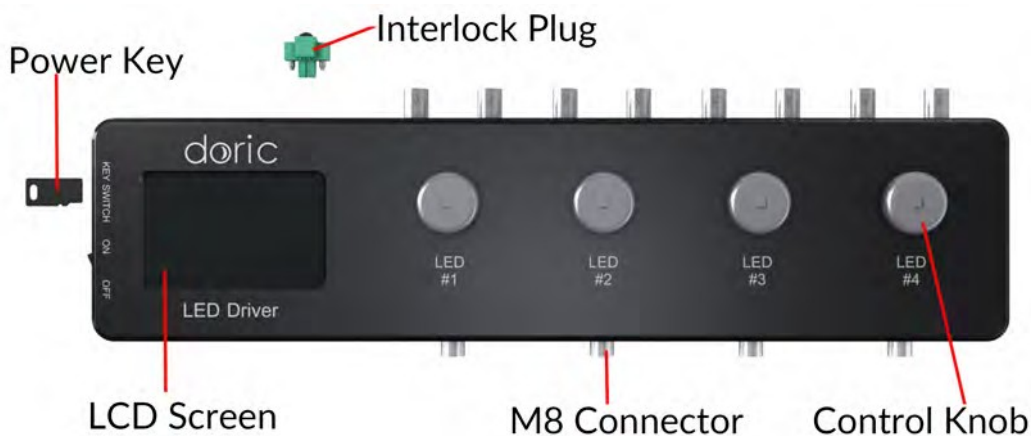

Figure 2.8 : Vue de dessus d'un contrôleur de DEL à 4 canaux
- L'**écran LCD** (Fig. 2.8) permet une utilisation et un contrôle aisés. Pour chaque canal, l'écran LCD affiche le type de source lumineuse (DEL), le mode de fonctionnement, la longueur d'onde centrale en nm et le réglage actuel.
Si le *contrôleur de DEL* et les *sources lumineuses à DEL* sont utilisés en tant que dispositifs autonomes, 3 modes sont disponibles : Courant constant (CW), TTL externe (Ext. TTL) et Analogique externe (Ext. Ana). Le mode de fonctionnement est modifié en appuyant sur le **bouton de commande** (voir Fig. 2.8 et Fig. 2.13). Le courant maximal est réglé en tournant le **bouton de commande**. Utiliser une rotation rapide/lente pour un réglage grossier/fin. Le mode de fonctionnement et le réglage du courant maximal sont réglés indépendamment pour chaque canal.